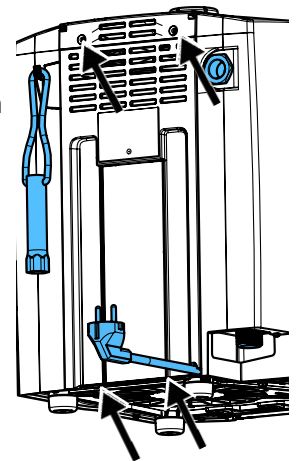

Abb. 18
- ⇒ 4 Schrauben der Rückseite entfernen (Abb. 18), Rückseite nach unten ziehen und abnehmen.